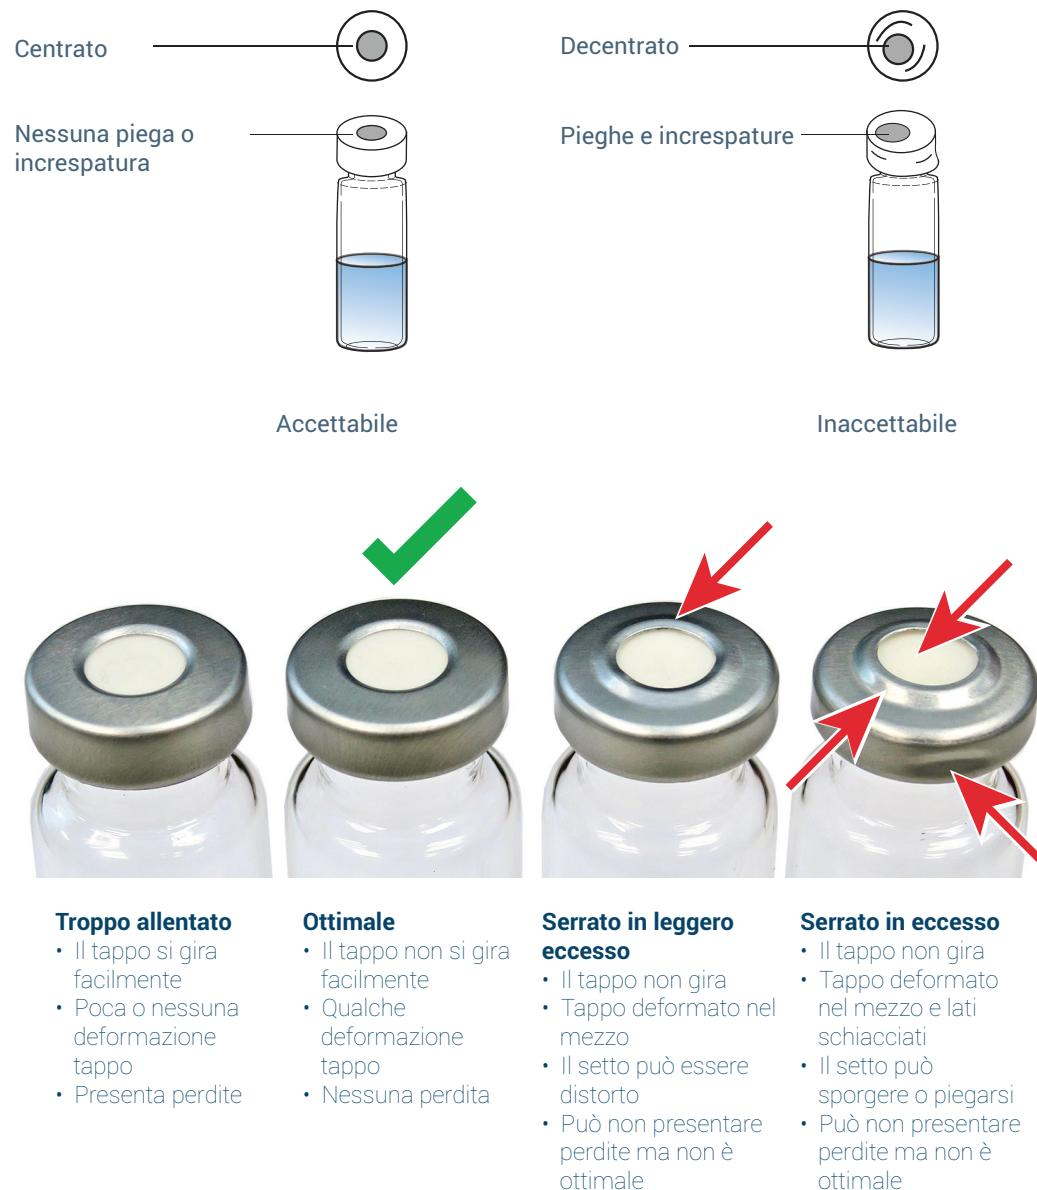

Figura 10. Tappi accettabili e inadatti
Figura 10 mostra tappi per fiala corretti e inadatti.
- 1 Innanzitutto, creare una fiala di prova tappata vuota come descritto in **"Tappare una fiala di campione con una tappatrice elettronica"** o **"Tappare una fiala di campione con una tappatrice manuale"**. Ispezionarla per accertarsi che appaia idonea. L'aspetto della fiala doverebbe essere analogo alla fiala corretta nella **Figura 10**. In caso contrario, regolare la tappatrice e creare altre fiale di prova vuote finché non si è ottenuta una fiala che appaia corretta.